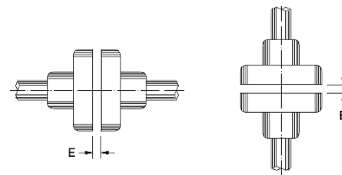

Figura 4.13: Folga axial do acoplamento (E)
Alinhar cuidadosamente as pontas de eixo e, sempre que possível, usar acoplamento flexível, deixando uma folga (E) mínima de 3 mm entre os acoplamentos, conforme mostrado na Figura 4.13.